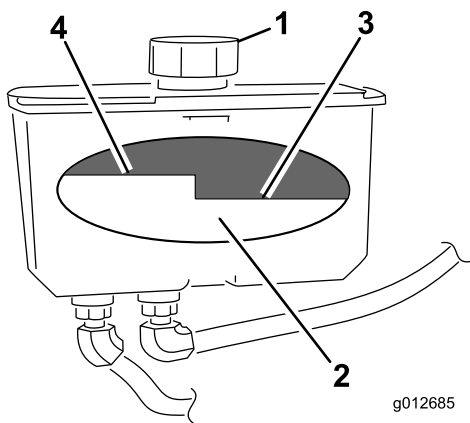

Figure 71
4. Nettoyez la surface autour du bouchon et du goulot de remplissage du réservoir hydraulique (Figure 71).
5. Retirez le bouchon du goulot de remplissage. Vérifiez le niveau d'huile à l'intérieur du réservoir (Figure 71).
Remarque: Lorsque l'huile est chaude, elle doit atteindre le haut du repère "à chaud" sur le déflecteur (Figure 71).